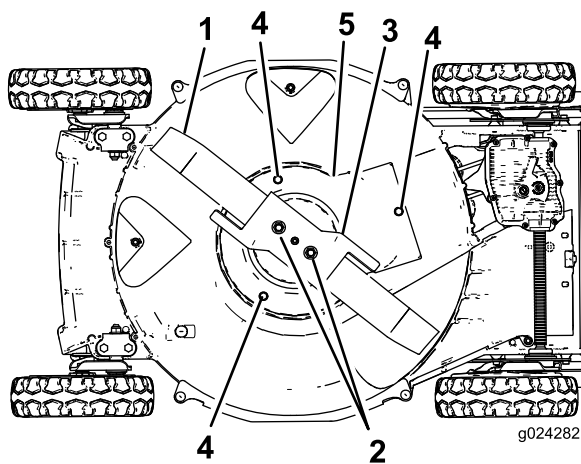

Bild 35
6. Entfernen Sie die zwei Messermuttern, das Gaspedal und das Messer (Bild 35).
7. Entfernen Sie die Schrauben, mit der das Schutzblech der Messerbremse am Mähergehäuse befestigt ist (Bild 35).